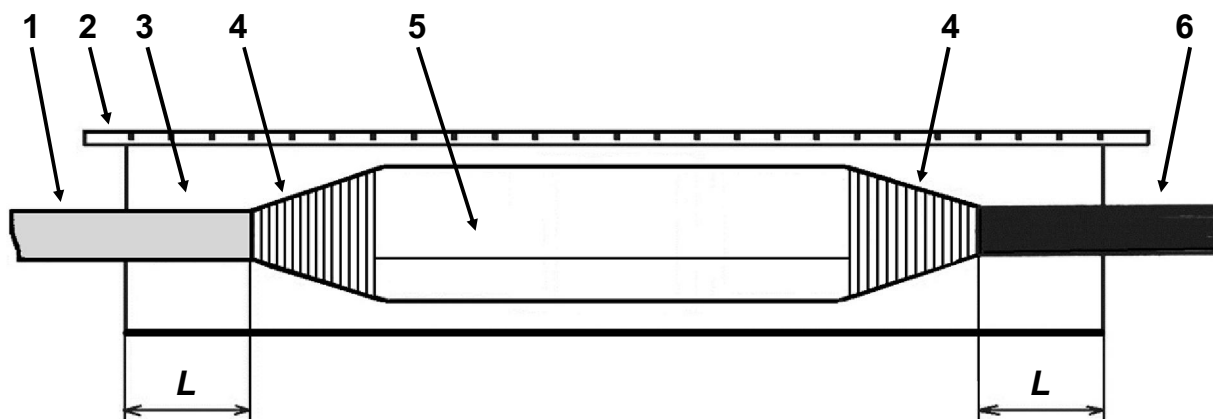

Рис. 4. Установка каркаса над смонтированным сростком и примерка манжеты:
4.10. Непосредственно перед усадкой ТУМ производят термообработку поверхностей оболочек кабелей. На кабеле с полиэтиленовой оболочкой – на участке от каркаса до фольги. На кабеле со свинцовой оболочкой на участке не менее 70 мм (L на рис. 4). Полиэтиленовую оболочку прогревают в течение примерно 10 секунд до появления блеска поверхности. Свинцовую оболочку нагревают до 60°C (она должна быть горячей на ощупь).